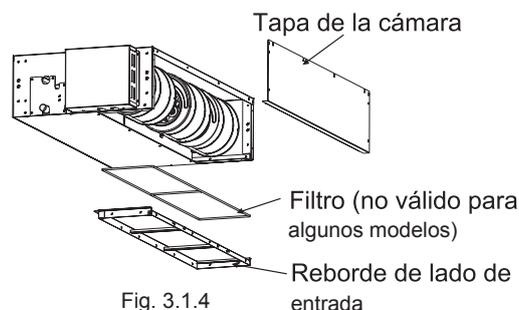

Fig. 3.1.4
- Vuelva a colocar la tapa de la cámara como se muestra en la Imagen3.1.4, vuelva a colocar la brida del lado de la entrada como se muestra en la Imagen 3.1.4